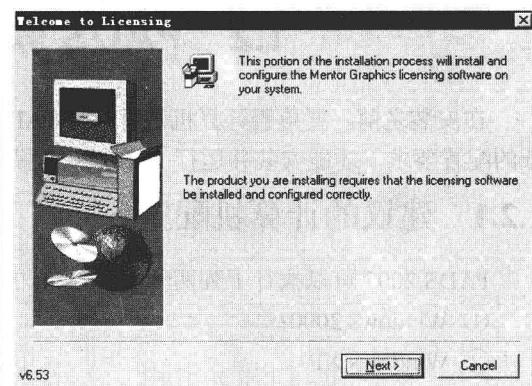

图 1-2 “Welcome to Licensing” 对话框
② 单击“Install License Server”图标，弹出“Welcome to Licensing”对话框，表示要安装相应的 Licensing 软件到系统中，如图 1-2 所示。